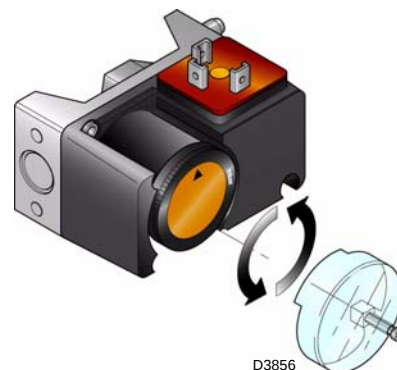

Abb. 26
- Den Gas-Maximaldruckwächter auf den Skalenendwert (Abb. 26) einstellen.